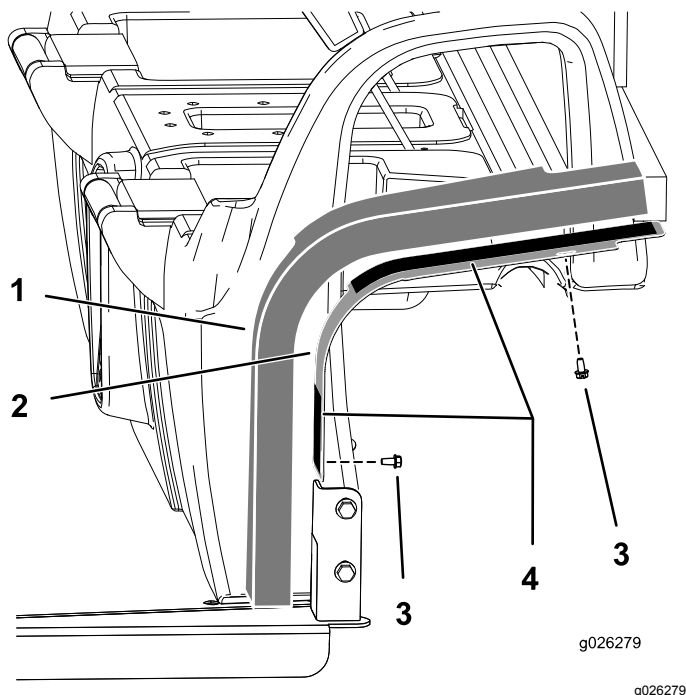

Figura 6
1. Sujete las chapas de montaje a la cabina con 4 pernos (1/4"), según se muestra en la Figura 6.
3. Retire el papel protector de la cinta de doble cara de las chapas de montaje (Figura 6).
4. Instale las planchas de gomaespuma en el conjunto (Figura 6).